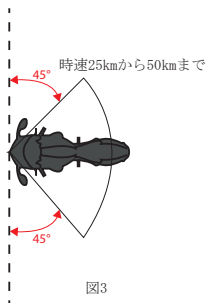

図3
二輪車が車両または障害物に衝突した場合の衝突事故（図3）において、本システムは、以下の条件に従って、使用者のカバーされた身体部分が障害物に接触する前に膨張し、保護することが期待される：
インパクト・アングル （図3）	45° から135° まで
**重要！** 図3は、ユーザーの身体が障害物に接触する前にシステムが膨張すると想定される保護範囲の概要を示しています。時速50km以上または宣言された角度の範囲外では、システムは展開しますが、保護範囲の範囲外では、障害物と使用者のカバーエリアが接触する前にシステムが完全に膨らまない可能性があります。